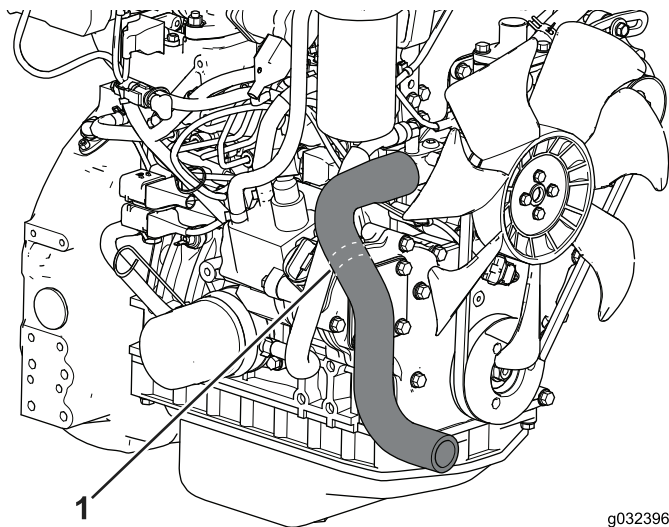

Figura 10
1. Localize o tubo do radiador (Figura 10).
2. Utilize uma ferramenta para cortar o tubo do radiador nas linhas de corte (Figura 10).